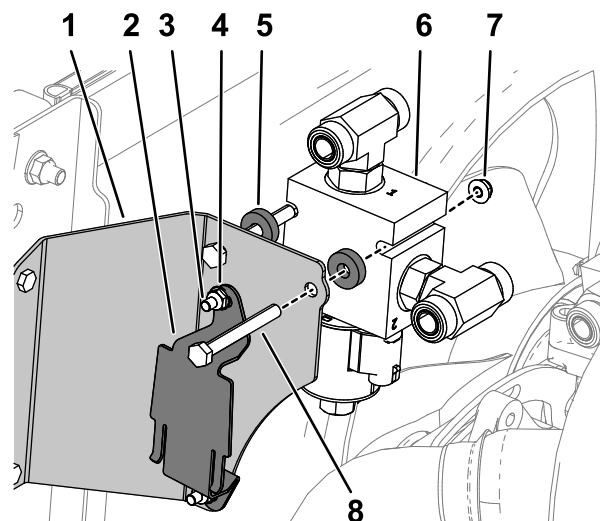

Рисунок 16
3. Установите кронштейн расширительного бачка радиатора на кронштейн коллектора в сборе, используя два болта (1/4 x 3/4 дюйма) и две гайки (1/4 дюйма), как показано на Рисунок 16.
5. Установите коллектор в сборе на кронштейн при помощи двух болтов (5/16 x 2 3/4 дюйма), двух разделителей и двух гаек, как показано на Рисунок 16.